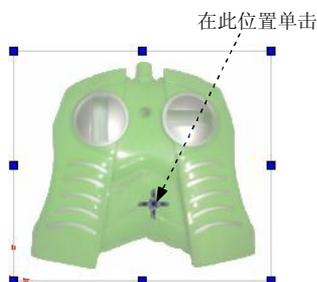
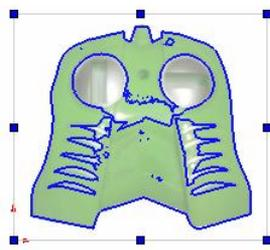

图 1.2.37 选取颜色
图 1.2.38 草图几何体
(5) 跟踪设定。在 **跟踪设定** 区域中单击“选取颜色”按钮 ，然后在图 1.2.37 所示的位置选取颜色，单击 **开始跟踪** 按钮，系统按所选颜色边界生成草图几何体；在 **调整** 区域中调整 **颜色公差** 下的滑块（即调整颜色跟踪的敏感度），直至图形中的草图几何体大致如图 1.2.38 所示。